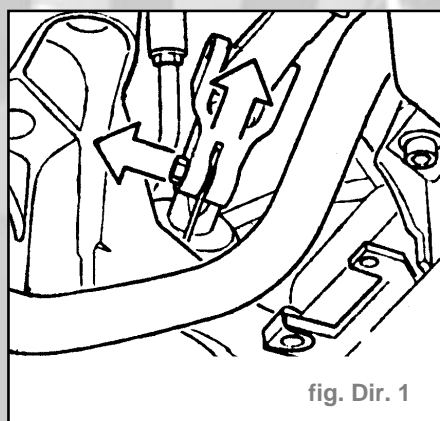

fig. Dir. 1
- Déposer la vis et désaccoupler le cadran du boîtier de direction (fig. Dir. 1).